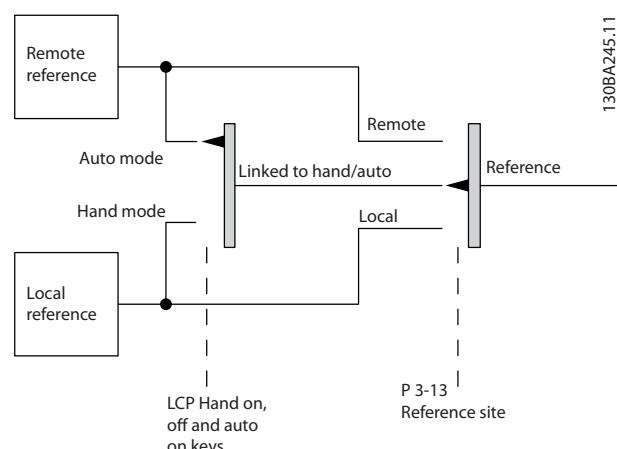

图 2.13 有效参考值
- 图 2.13 说明了有效参考值选择（本地或远程）产生的配置模式。